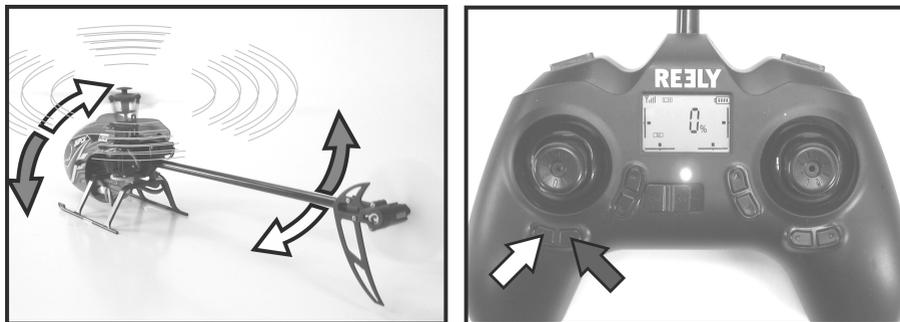

Figure 17
Si vous voulez que l'hélicoptère tourne avec le nez du fuselage vers la droite, appuyez sur le bouton de trim gauche pour la fonction Arrière (voir aussi figure 1, pos. 10) vers la gauche. Maintenez la touche enfoncée jusqu'à ce que le modèle ne tende plus à tourner vers la droite (voir flèches claires de la figure 17).
Si le nez du fuselage tourne vers la gauche, le bouton de trim droit pour la fonction Arrière doit être actionné (voir les flèches sombres sur la figure 17).
Réglez maintenant un vol stationnaire stable à l'aide des boutons de trim, comme indiqué dans les figures 17 à 19.
| L'hélicoptère tourne autour de l'axe de giration (arbre du rotor). | <ul style="list-style-type: none">• Ajustez les trims du modèle (voir figure 17).• Répétez la procédure de mise en marche en veillant à ne pas déplacer ni tourner l'hélicoptère.• Vérifier la mobilité et le fonctionnement du rotor de queue.• Étalonnage des capteurs de position.• Vérifiez les pales du rotor. |